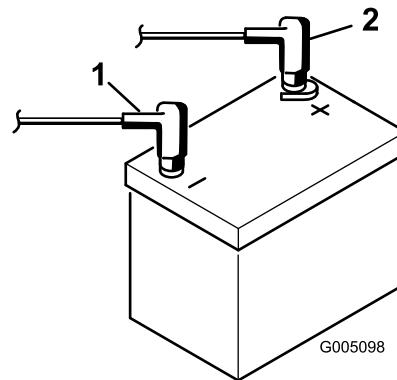

Bild 7
9. Klemmen Sie zuerst das Pluskabel (Rot) am Pluspol (+) der Batterie und dann das Minuskabel (Schwarz) am Minuspol (-) der Batterie an, wobei Sie die Kopfschrauben und Muttern verwenden (Bild 7). Ziehen Sie die Gummimuffe über den Pluspol, um Kurzschlüsse vorzubeugen.